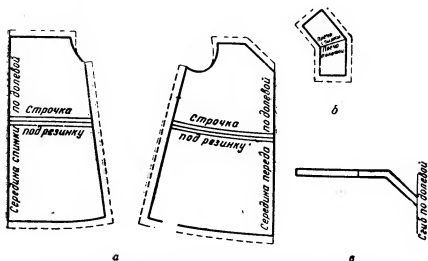

Рис. 182. Подготовка выкройки сарафана с плечиками к раскрою:
**Спинка и полочка.** При раскладке выкройки на ткани (рис. 182, а) спинку и полочку укладывают так, чтобы их середина была по долевой нити на сгибе ткани.
**Плечико.** При раскладке выкройки на ткани (рис. 182, б) плечико укладывают так, чтобы плечевые линии спинки и полочки были встык.
**Бейка.** Для верха сарафана подкраивают обтачку (рис. 182, в). Середина переда обтачки должна быть на сгибе ткани.